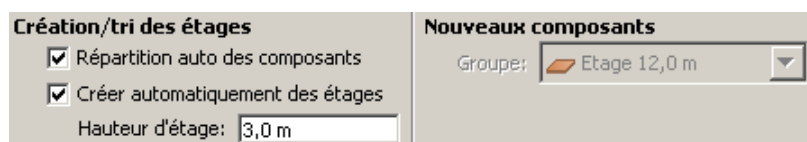

Figure 3.1 : panneau de création d'étages
Lorsque rien n'est sélectionné dans le modèle, le panneau **Création des étages** s'affiche, comme illustré à la figure 3.1. Ce panneau contrôle la création automatique d'étages et le tri automatique des nouveaux objets dans les étages.
- 2) Ne sélectionnez rien pour que le panneau **Création des étages** soit visible (figure 3.1).